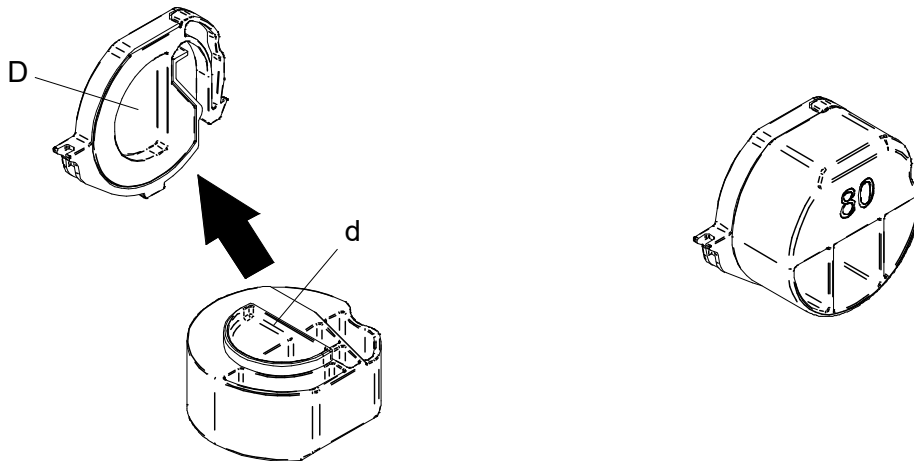

Abbildung 13-3 Verbinden der Trennwand mit der Befestigung
- (1) Schalten Sie den Drucker aus.
- (2) Entnehmen Sie das Akkupaket aus dem Drucker. Wenn das Netzteil angeschlossen ist, ziehen Sie den Netzstecker des Netzkabels aus der Steckdose.
- (3) Drücken Sie die Taste zum Öffnen der Papierabdeckung, um die Papierabdeckung zu öffnen.
- (4) Verbinden Sie den Teil „D“ der Trennwand wie in Abbildung 13-3 gezeigt mit dem Teil „d“ der Befestigung 80.